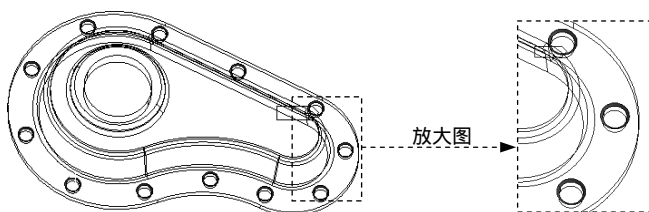

图 2.6.19 命名选择集 chamfer_surf (二)
(2) 在“Selection Name”对话框输入名称 chamfer_surf, 选中 ☒ Apply geometry items of same: 单选项和 ☒ Size 复选框, 单击 **OK** 按钮。
(3) 在“Outline”窗口中单击 chamfer_surf 节点, 系统切换到“Worksheet”窗口, 采用系统默认参数设置, 单击 **Generate** 按钮。
(4) 打开 **Graphics** 选项卡, 切换到几何显示界面, 结果如图 2.6.19 所示。